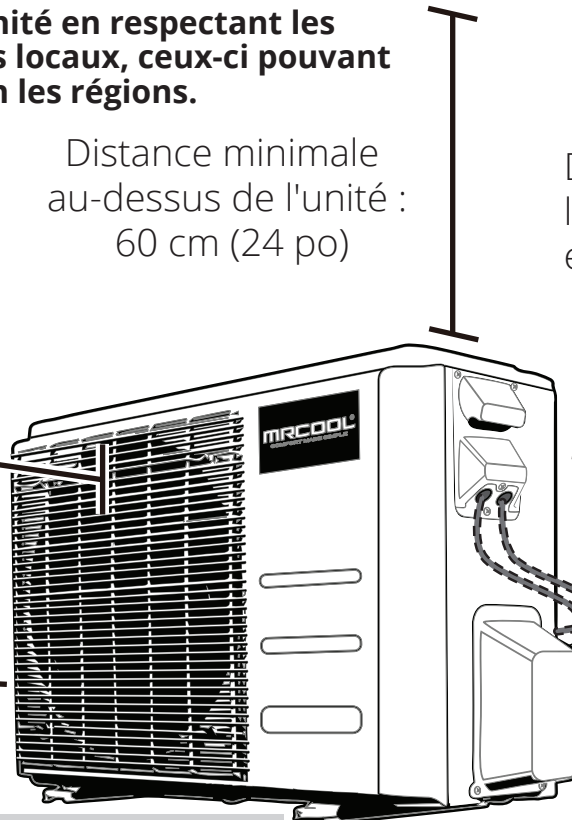

Fig. 4.1
- Répond à toutes les exigences en matière d'espace indiquées dans l'illustration ci-dessus (Fig. 4.1)